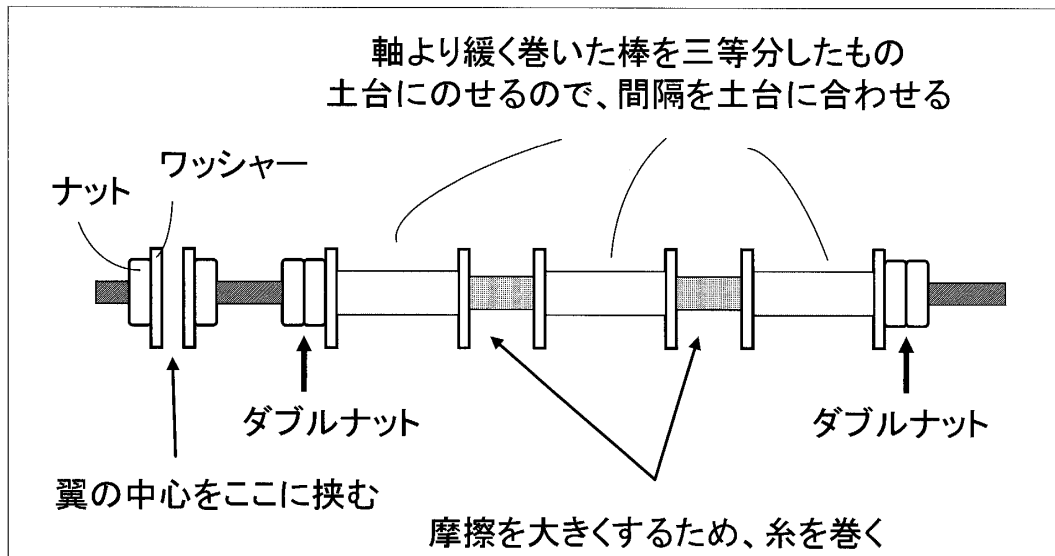

図9. 主軸の構成
- ② 少し緩めに巻いた短い棒の1本を用意し、三等分しておく。これが軸を通す筒となり、この部分を土台に固定する。
- ③ 図9のようにして主軸を作る。